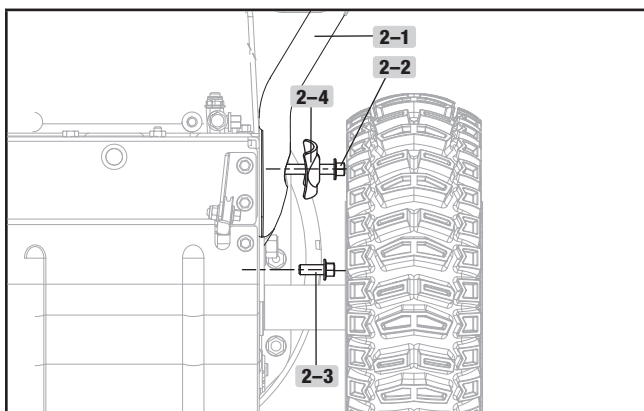

Figure 3
1. Fixez la poignée inférieure (2-1) sur le corps de la machine au moyen des boulons (2-2, 2-3) et des rondelles (2-4) (figure 3). Répétez la procédure de l'autre côté.